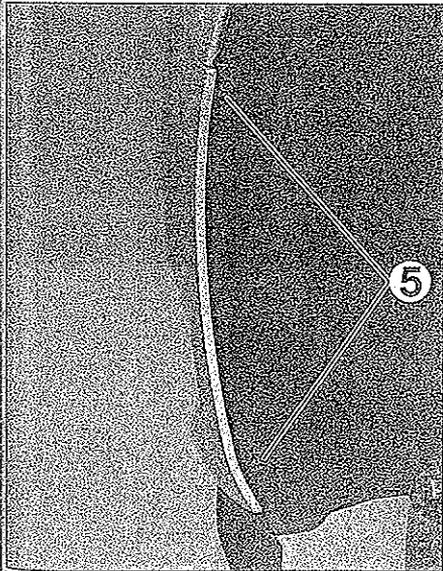

FIG. 7
- los dos tornillos (5) a ambos lados, en la parte delantera del paso de rueda (fig. 7).